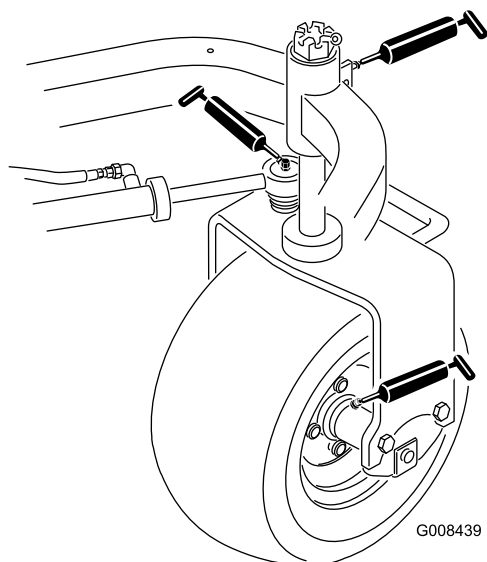

Figura 41
- Cubo de la rueda trasera (1) (Figura 41)
- Cojinete de la rueda giratoria (1) (Figura 41)
- Cilindro de dirección (2) (Figura 41)